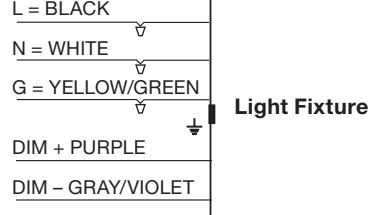
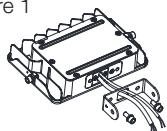

Figure 1
Figure 2
STEP 1: Pass the input wire of the fixture through the bracket (Figure 1).
STEP 2: Fix the bracket (Figure 2).
ÉTAPE 1: Faites passer le fil d'entrée du luminaire à travers le support (Figure 1). ÉTAPE 2: Fixez le support (Figure 2).